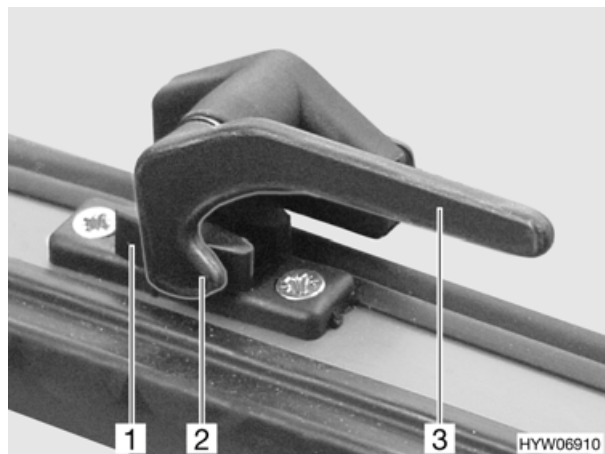

Fig. 18 Finestra apribile, maniglia chiusa
- Girare in posizione verticale la maniglia (Fig. 18,3) della finestra.
- Girare in posizione orizzontale la maniglia della finestra (Fig. 18,3). Il nasello di chiusura (Fig. 18,2) si trova sul lato interno della chiusura della finestra (Fig. 18,1).
- posizione completamente chiusa (Fig. 18).